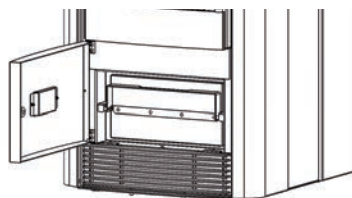

Fig. 5
- Riposizionare il cassetto nell'apposito alloggiamento, facendo attenzione a chiuderlo correttamente sollevando la maniglia per riportarla alla posizione di partenza. ( Fig. 5 )